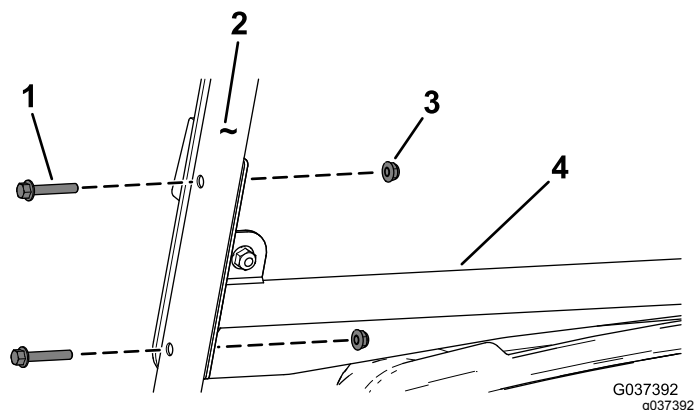

Figura 2
1. Prenda o suporte do para-brisas aos tubos do toldo utilizando quatro parafusos de cabeça flangeada (¼ pol. x 1½ pol.) e quatro porcas flangeadas (¼ pol.) como se mostra na Figura 2.